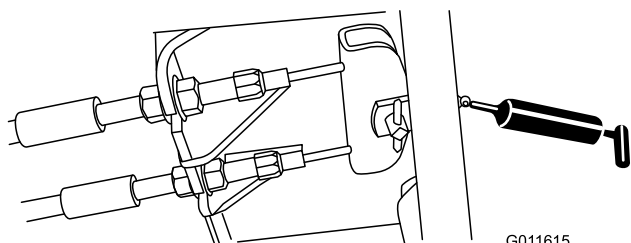

Рисунок 50
- Педаль тормоза (1 шт.) (Рисунок 50)